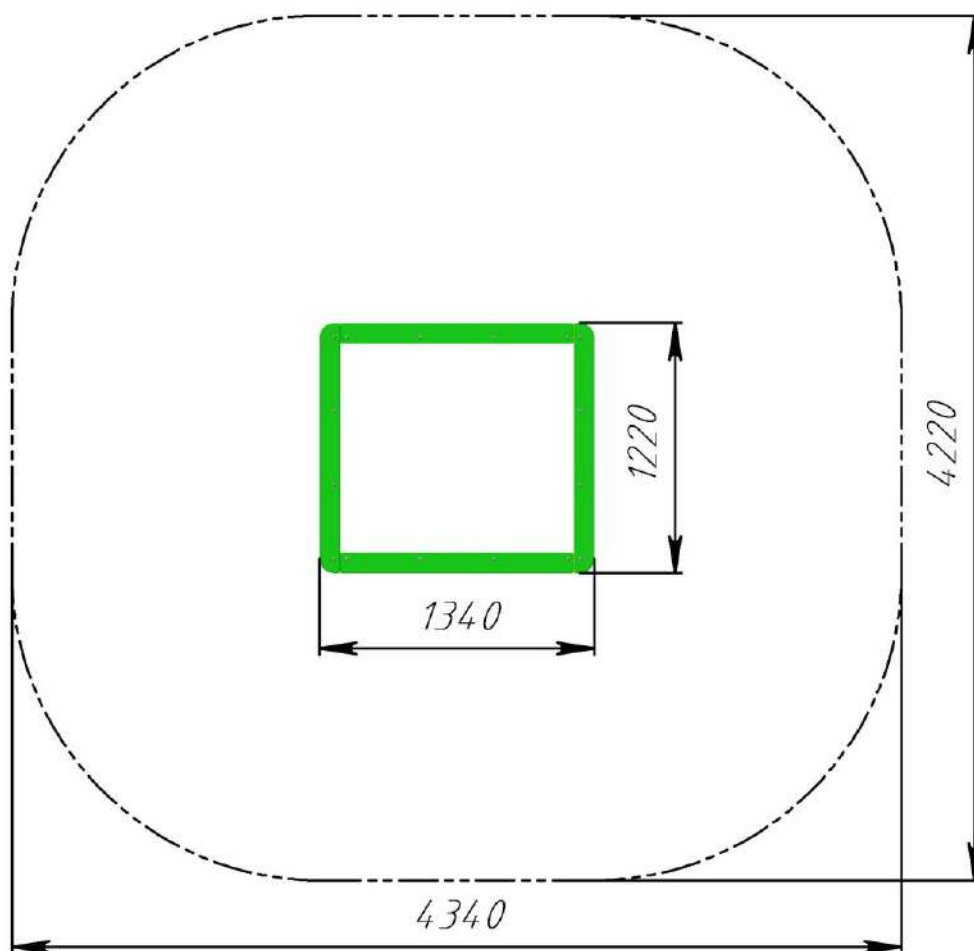

Рис. 2 Зона безопасности песочницы РТР 033Н
3.6. Монтаж песочницы проводить на ровной твердой площадке, свободной от насаждений. Размер площадки должен обеспечить безопасную зону вокруг песочницы в соответствии с рис. 2.